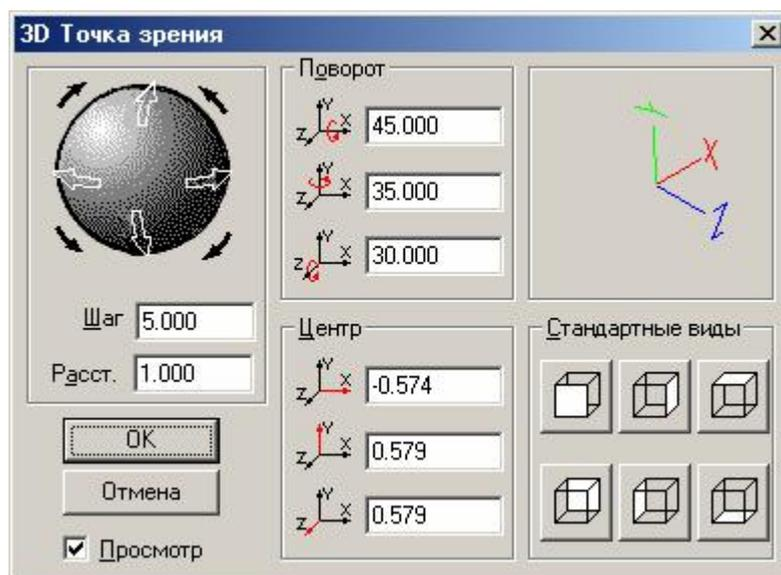

Рис. 88 Диалоговое окно инструмента
5. Установить точку зрения подобную той, что используется в стандартной изометрической проекции, для наблюдения за ходом построения модели тумбы: повороты вокруг осей X , Y и Z равны 45° , 35° и 30° соответственно. Использовать для этого инструмент *Точка зрения*  на панели *Установки редактора* (рис. 88). Данный инструмент можно также вызвать, нажав клавишу **F12**.